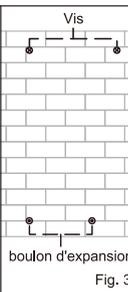

Fig. 3
4. Placez deux vis dans les deux trous supérieurs (Fig.3).